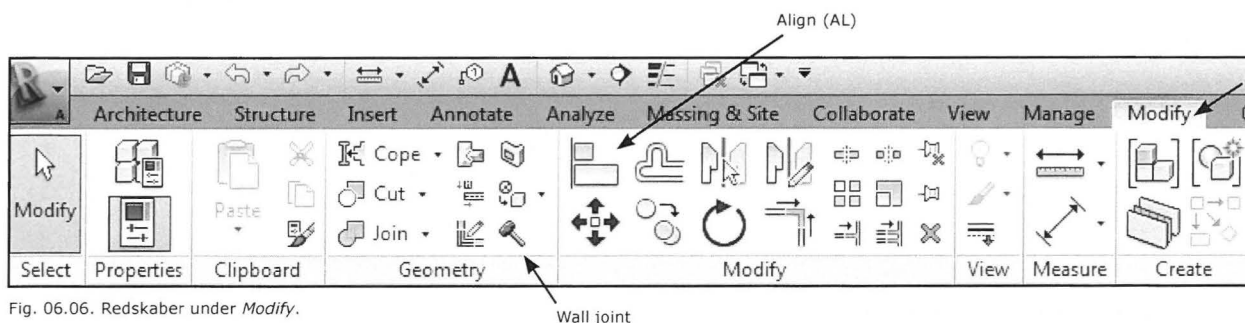

Fig. 06.06. Redskaber under Modify.
- Klik *Modify - Wall Joins* (Fig. 06.06).
- Vælg *Align* værktøjet under *Modify* (Fig. 06.06).